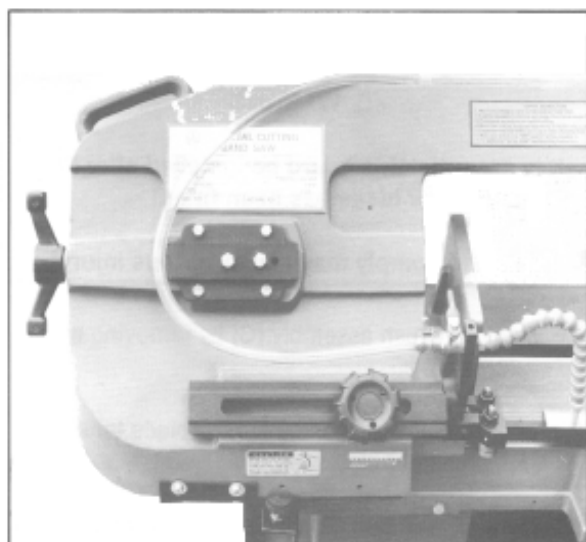

Fig. 9
4. Das Band mittels Spanngriff (A, Fig 9) 1 $\frac{3}{4}$ Umdrehungen spannen.